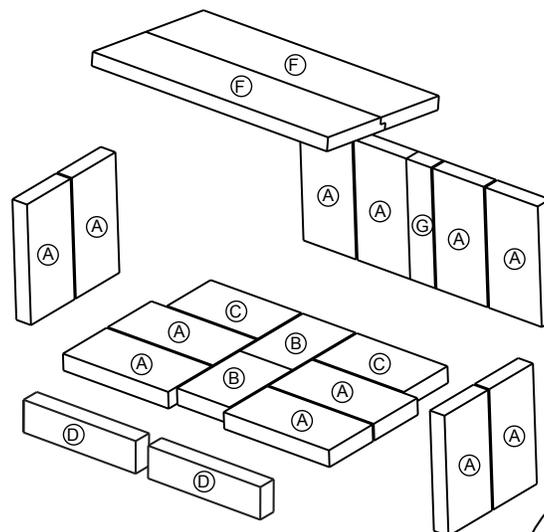

Fig. 1
- A.** Installez les quatre briques (A), les deux briques (B), et les deux briques (C), en commençant par la partie arrière de l'appareil comme illustré (**Fig. 1**).
- B.** Installez deux briques (A) sur chaque côté de l'appareil. Installez les quatre briques (A) et une brique (G) sur la paroi arrière, en les faisant pivoter sous le support à briques (**Fig. 1**).
- D.** Installez les 2 briques (D) à l'avant de l'appareil (**Fig. 1**).
1. Assurez-vous que le support de disque thermique est en la position correcte (**Fig. 1**).
5. Accédez entre le panneau extérieur et la chambre de combustion, puis faites glisser le support de disque thermique jusqu'à ce que le disque thermique touche l'arrière de la chambre de combustion (**Fig. 1**).